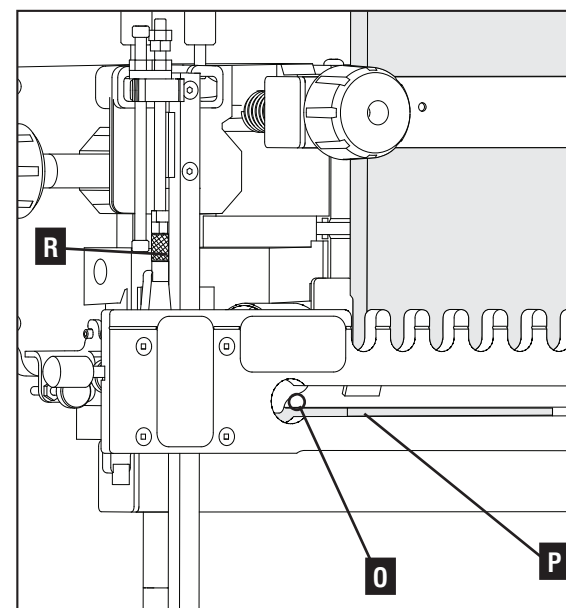
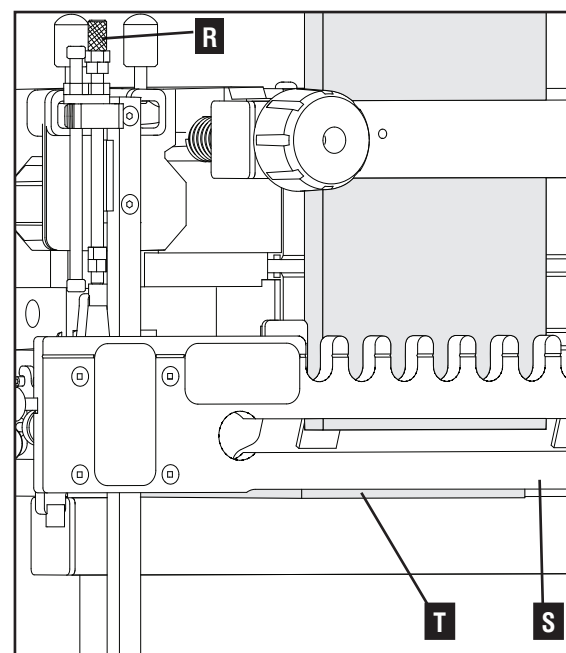

Fig. H12
Fig. H14
12. Coloque la rebajadora dentro de la ranura central de la plantilla (O) Fig. H12, hacia la izquierda de la tabla con espiga (P). Primero, realice un corte superficial de izquierda a derecha y luego, termine el corte a lo largo del borde delantero de la ranura (P), de derecha a izquierda.
14. Quite ambos espaciadores estriados (se muestra uno en (R) Fig. H12 y H13) de ambos topes y vuelva a colocarlos en la parte trasera de cada tope para su almacenamiento (como se muestra en (R) Fig. H14).
16. Coloque la rebajadora sobre el borde de la plantilla (S) Fig. H14 y realice el corte en el borde delantero de la tabla con espiga (T) de derecha a izquierda y luego finalice el corte de izquierda a derecha.